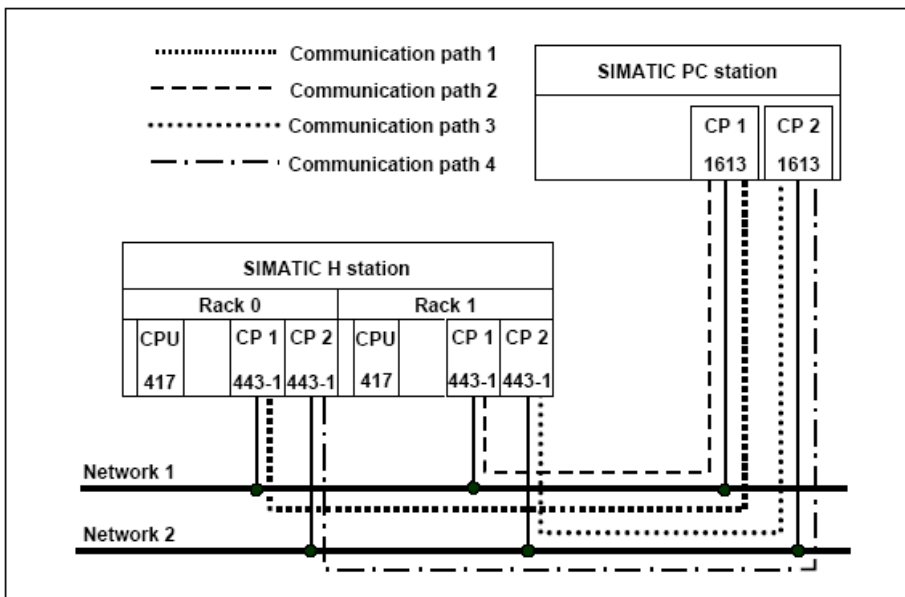

图 3-21 系统与 WinCC 的四路径连接
(3) H 系统与 WinCC 的四路径连接，如图 3-21 所示